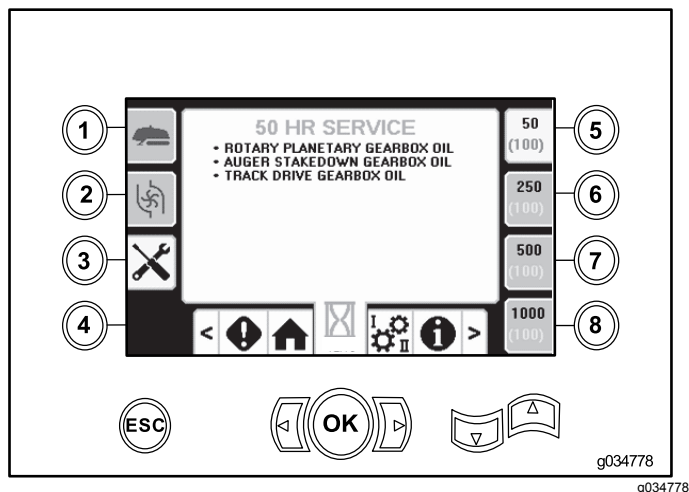

Figure 51
- Bouton 5 – à 50 heures (Figure 51)